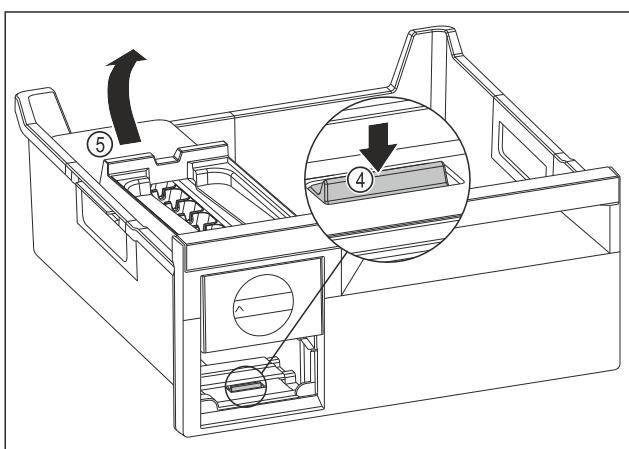

Fig. 78
- Вийняти корпус EasyTwist-Ice: натиснути накладку Fig. 78 (4) пальцем вниз і одночасно підняти корпус EasyTwist-Ice Fig. 78 (5) ззаду іншою рукою.